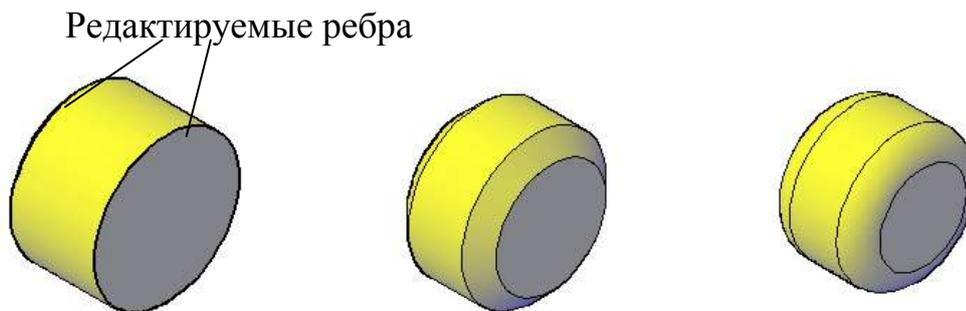

Рис. 43
Для того чтобы построить скругленные или срезанные оконные проемы можно воспользоваться командами **Сопряжение** и **Фаска** на панели **Редактирование**. Необходимо обратить внимание на то, что в отличие от двухмерных чертежей при построении фаски и сопряжения выбирается только редактируемое ребро (рис. 43).
- выбери ребро или [Цепь/Радиус]: Enter (см. рис. 43).